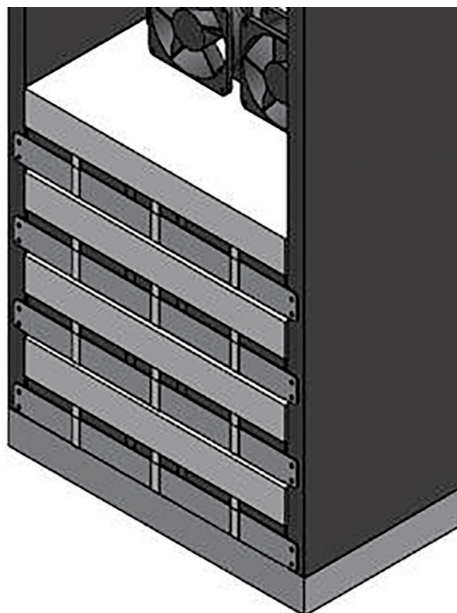

Рисунок 9 – Защитная обложка батарей 7Ач,9Ач TRIOTM 10 кВА
- 2) Снимите картонную защитную крышку от батарей, смотри рисунок 9.